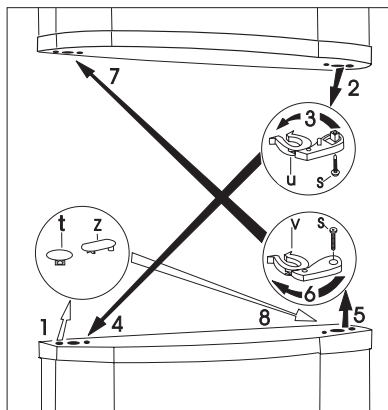

bild 5.
- Fjern stopperne i begge dørene (t, z) (fig. 5).